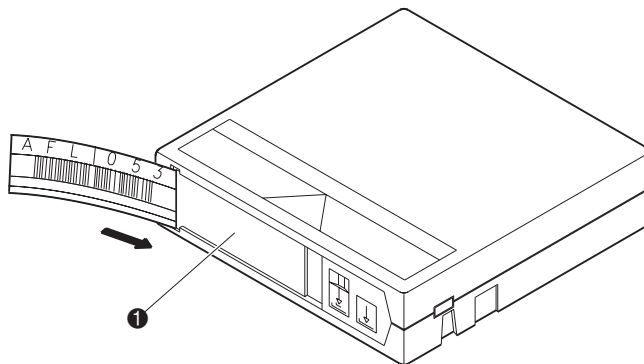

Figura 2-7: Applicare l'etichetta con il codice a barre (cartuccia DLT)
Per le cartucce DLT o SDLT, posizionare l'etichetta nell'apertura a scorrimento (❶ Figura 2-7) sulla parte anteriore della cartuccia a nastro.